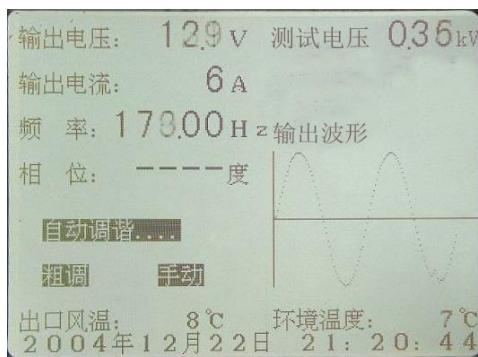

图 25 HMCXZW 变频电源装置自动调谐
8.1.2 自动调谐由一个独立的按钮来完成，当启动系统后，按动“自动调谐”按钮，系统将自动升压到一个初始电压后，按照频率值从低到高以 1Hz 为单位扫描，在谐振频率点附件细调寻找精确的谐振点。屏幕显示图 25 所示。